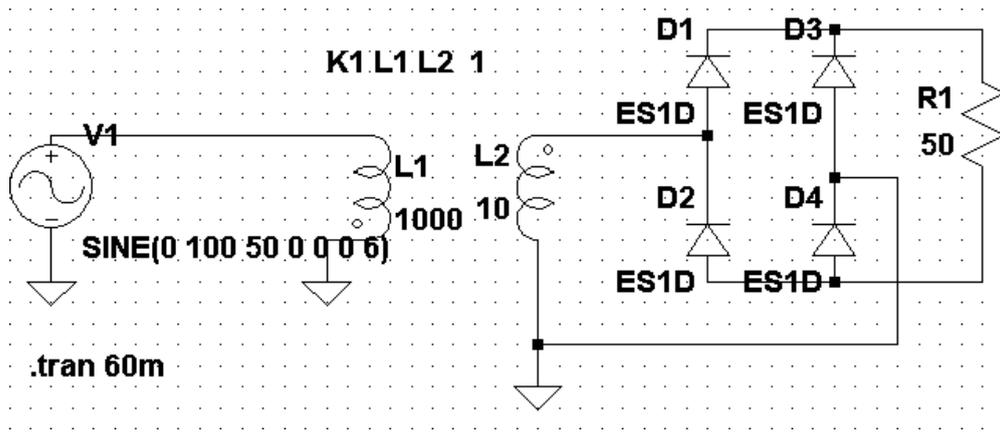

Рис. 4. Схема мостового выпрямителя с активной нагрузкой
1. Создайте схему выпрямителя с активной нагрузкой (рис. 4). В мостовой схеме трансформатор двух обмоточный. Коэффициент связи обмоток оставляем равным  $K=1$ ,  $K_T=10$ .